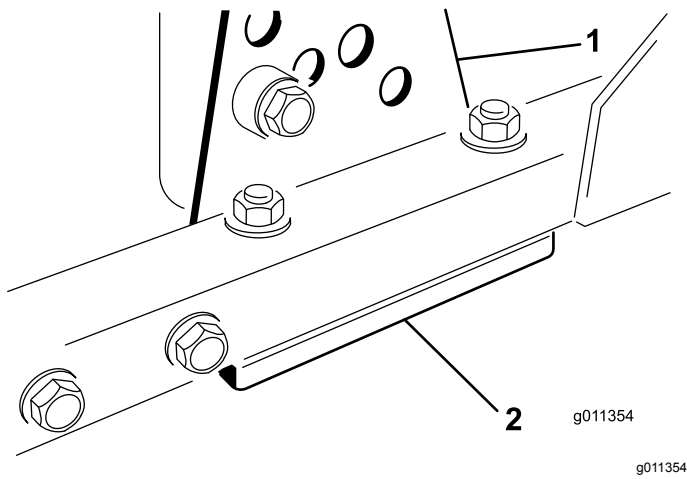

Figure 82
1. Retirez le support de hauteur de coupe (avant, gauche ou droit) du cadre du plateau de coupe (Figure 82).
2. Placez des cales de 1,5 mm et/ou une cale de 0,7 mm entre le bâti et le support du plateau pour obtenir la hauteur de coupe voulue (Figure 82).